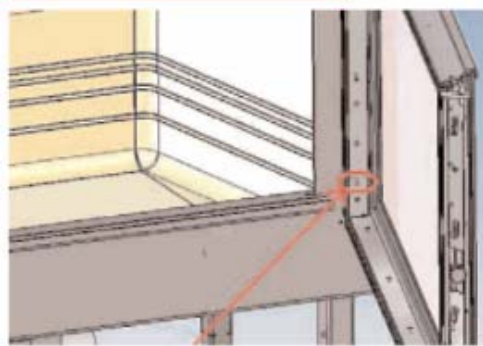

рис. 1
- 1) Вставьте пружину в вертикальный профиль дверцы, на которую навешена створка, двигаясь снизу вверх и следя, чтобы короткая L-образная сторона пружины была параллельна горизонтальному профилю створки (рис. 1).
В камине SCREEN предусмотрена возможность отопления нагнетаемым воздухом до 3 помещений, включая то, где установлен камин. Непосредственно над застекленной створкой, справа и слева имеются две опрокидных заслонки с рычагом управления. Заслонки закрывают выходы нагнетаемого горячего воздуха на передней панели, вследствие чего он выходит через патрубки воздухопроводов. Регулировка при горящем камине производится при помощи специального инструмента (S), соединенного с термоизолирующей рукояткой (F) рис. 1.
Термоизолирующая рукоятка рис. 1
1) Откройте очаг, отвинтите второй винт снизу в шарнирном профиле створки и отложите его; это стопор, служащий для того, чтобы дверца случайно не открылась с другой стороны (рис. 1).